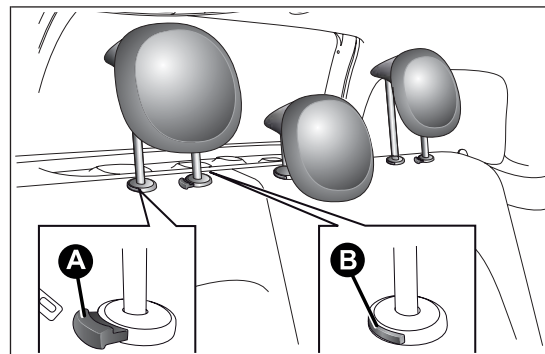

fig. 20
Regulación hacia abajo: pulsar el botón A fig. 20 y bajar el reposacabezas.
- ☐ pulsar las teclas A y B fig. 20 al lado de las dos sujeciones; a continuación, retirar los reposacabezas extrayéndolos hacia arriba.